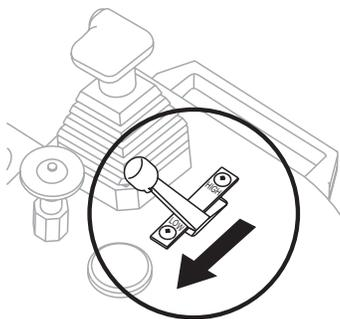

Abbildung 10. Motor-Gashebel (niedrig)
4. Stellen Sie den **Motorgashebel** (Abb. 10) auf **LOW (NIEDRIG)**.